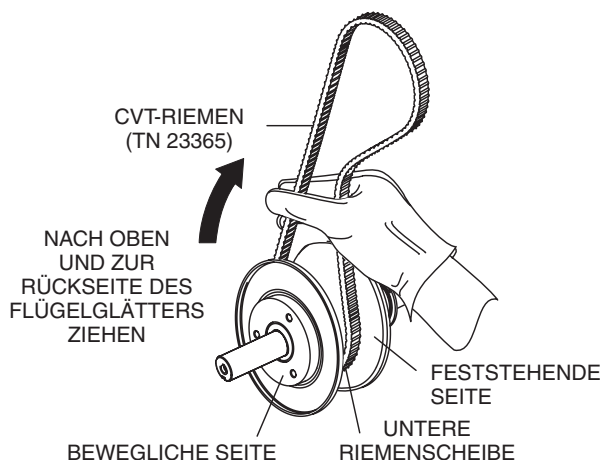

Abbildung 27. Untere Riemenscheibe offen halten
1. Setzen Sie einen neuen CVT-Riemen über die untere Riemenscheibe. Drücken Sie den Riemen (Abbildung 27) zusammen und ziehen Sie ihn nach oben und zur Rückseite des Flügelglätters. Dadurch werden die Vorderseiten der unteren Antriebsscheibe auseinandergezogen.